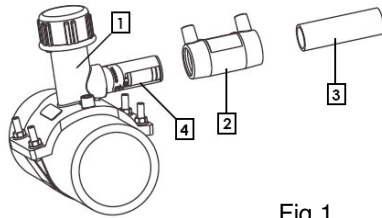

Fig.1
2. **Collegare la linea di servizio alla derivata della Presa di carico [1] (Fig.1) CONTROLLARE LA DIREZIONE DEL FLUSSO DI GAS SULL'ETICHETTA**